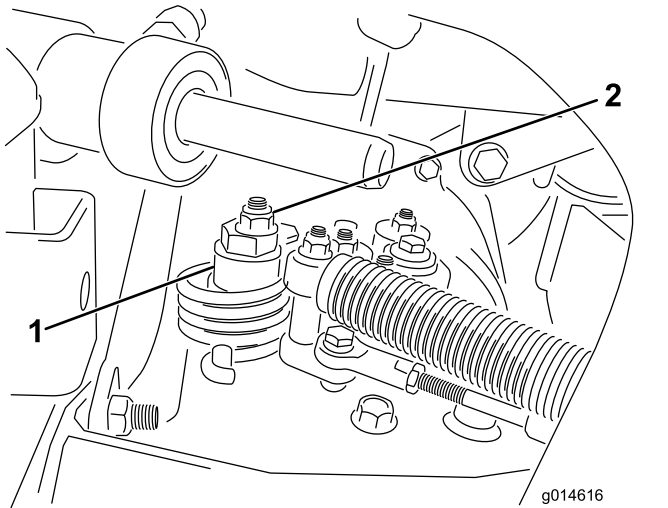

图32
- A. 松开将偏心螺栓固定到静液压泵顶部的螺母图 32。
和调整图32。将油门移至慢速 和 快速 位置验证调节情况。